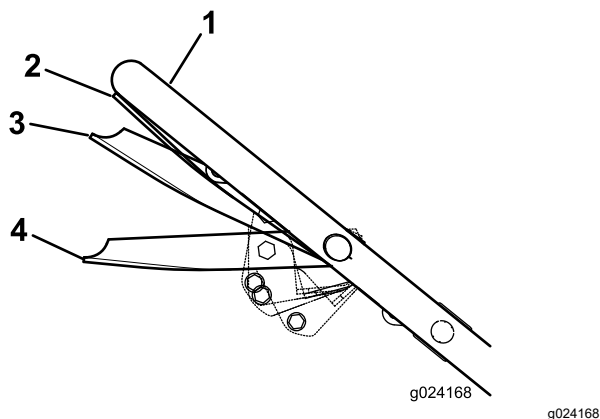

Figura 19
3. Apriete la barra de control de la cuchilla contra el manillar hasta la posición Marcha/avance (Figura 19).
Importante: Si cambia de velocidad mientras aprieta la barra de control de la cuchilla contra el manillar en la posición de Marcha/avance, podría dañar la transmisión. Mueva la barra de control de la cuchilla a la posición Marcha/cambio (Figura 19) antes de cambiar la velocidad de avance.